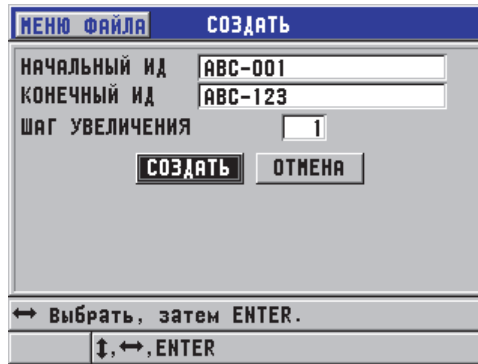

Рис. 6-19 Выбор диапазона ИД для последовательного типа файла
3. На второй странице диалогового окна **СОЗДАТЬ** (см. Рис. 6-19 на стр. 112):